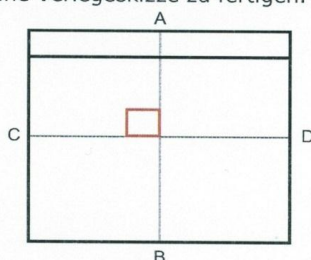

Fig. 1 : Achsen ziehen, um das Zentrum des Raumes zu bestimmen.
- Um den Verlegeanfang zu bestimmen und übermäßige Verschnitte zu vermeiden, ist es notwendig, eine Verlegeskizze zu fertigen. (siehe Fig. 1)